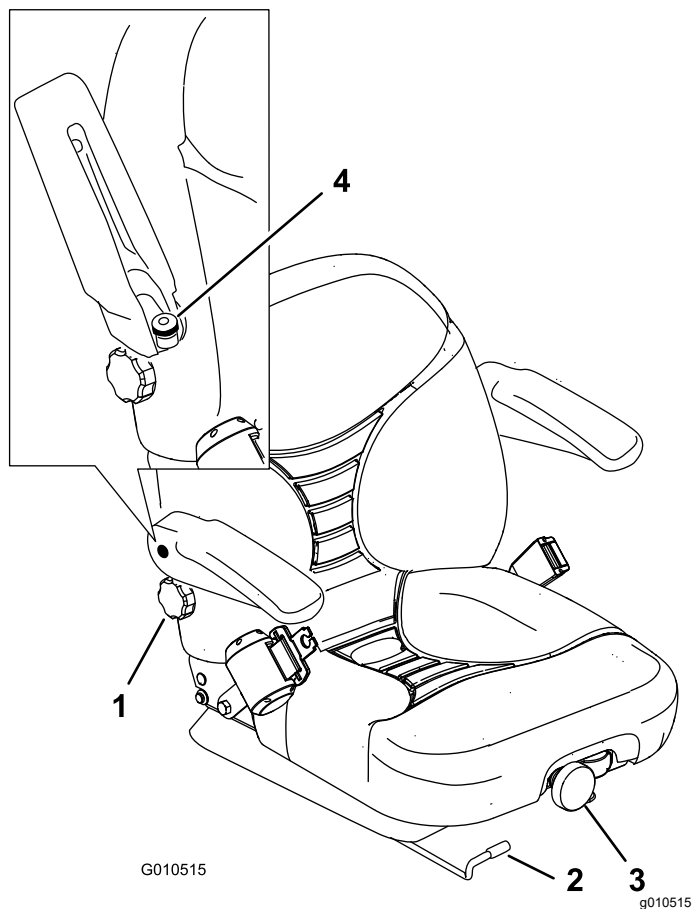

Figura 34
1. Mova a alavanca para o lado e desbloqueie o banco (Figura 34).
Para o ajustar o banco, rode o botão numa das direções para proporcionar o máximo conforto (Figura 34).
Para ajustar, rode o botão, sob o apoio do lado direito, numa das direções para proporcionar o máximo conforto (Figura 34).
Eleve o apoio dos braços e rode o botão numa das direções para proporcionar o máximo conforto (Figura 34).